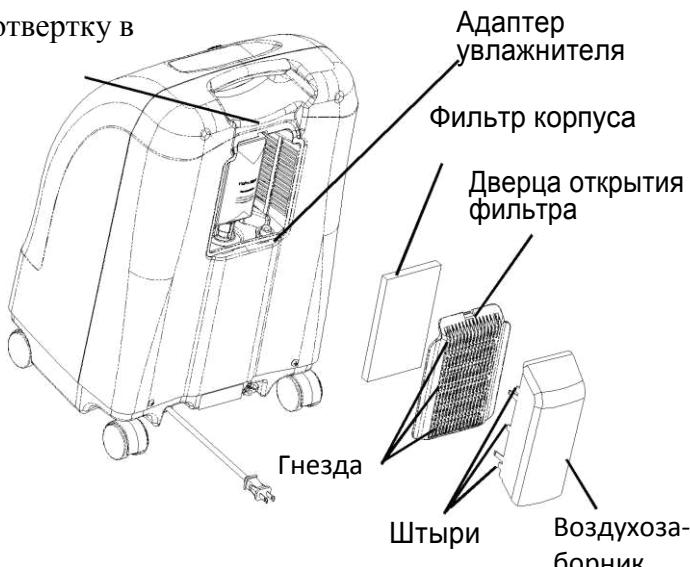
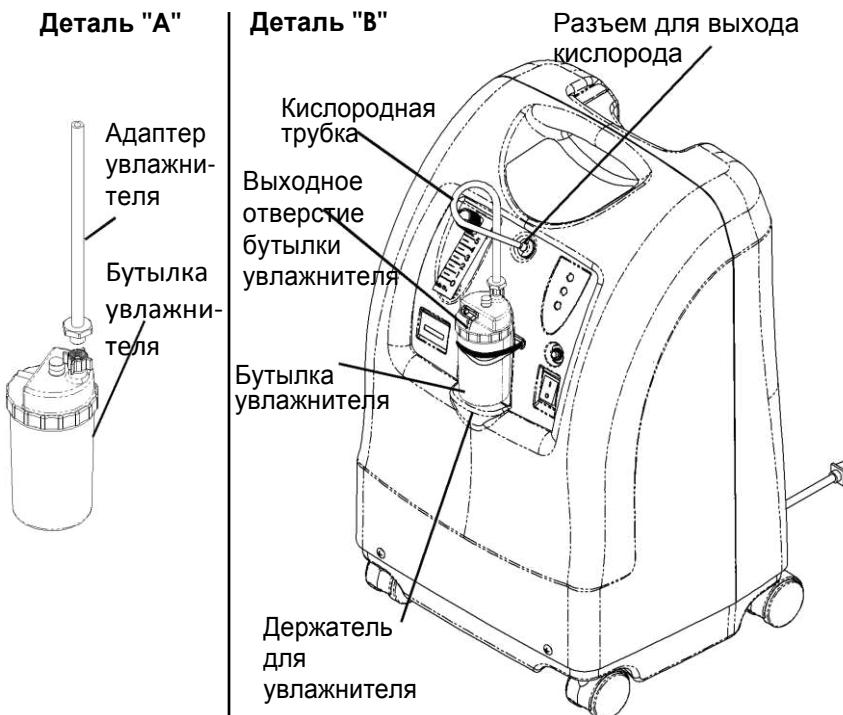

РИС. 6.2
РИС. 6.3 Держатель для увлажнителя
УКАЗАНИЕ: подробную информацию касательно данного процесса см. на РИС. 6.1, РИС. 6.2 на стр. 22 и РИС. 6.3 на стр. 23.
3. Вставьте отвертку в прорезь на верху дверцы открытия фильтра и осторожно подденьте дверцу открытия фильтра (РИС. 6.2).
4. Потяните наверх адаптерный шланг увлажнителя и выньте его. (РИС. 6.2).
См. деталь "А" на РИС. 6.3.
7. Поместите бутылку увлажнителя с адаптером в крепление-держатель для увлажнителя, расположенный на концентраторе. См. деталь "В" на РИС. 6.3.
8. Подключите кислородные шланги бутылки увлажнителя с адаптером к разъему для выхода кислорода на концентраторе. См. деталь "В" на РИС. 6.3.
9. Присоедините канюлю/шланг обеспечения пациента кислородом к выходному отверстию бутылки увлажнителя. См. деталь "В" на РИС. 6.3.